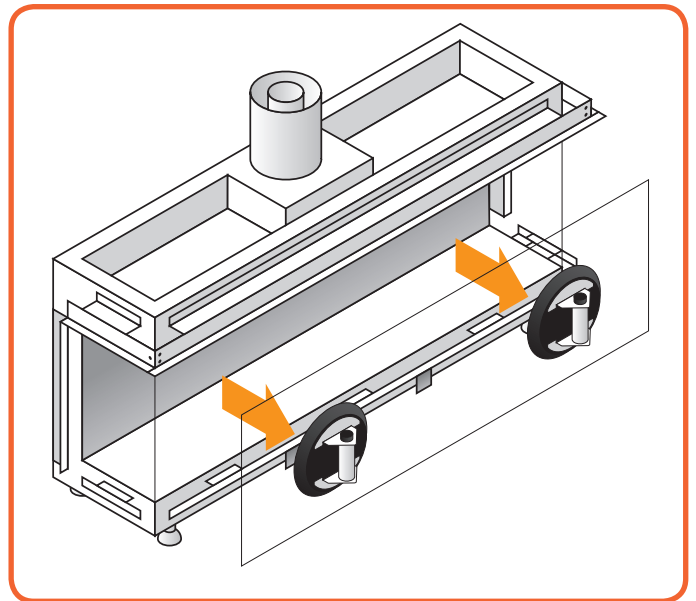

Figure 10.6 - retrait de la ventouse
- Soulevez légèrement la vitre de la glissière inférieure et sortez-la en la penchant à travers l'ouverture comme indiqué à la **Figure 10.6.**